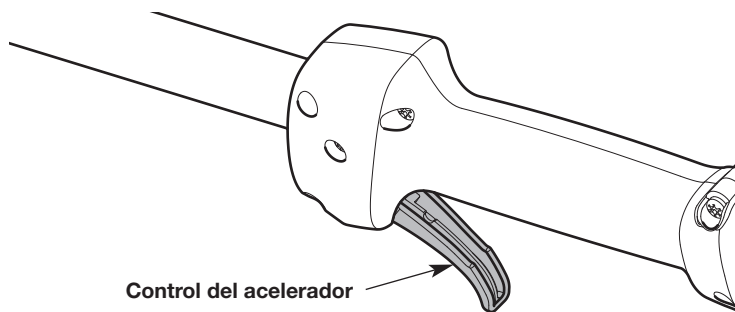

Fig. 12
4. Apriete y mantenga oprimido el control del acelerador (Fig. 12).